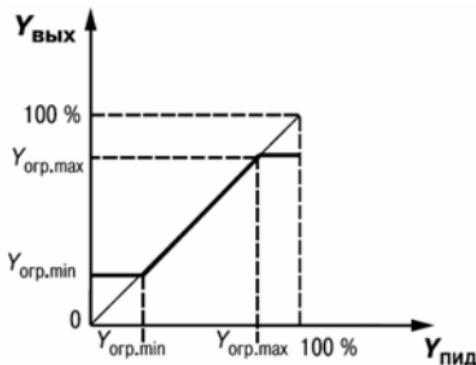

Рисунок 3.9
- максимальный $Y_{\text{огр. max}}$ и минимальный $Y_{\text{огр. min}}$ (рисунок 3.9).